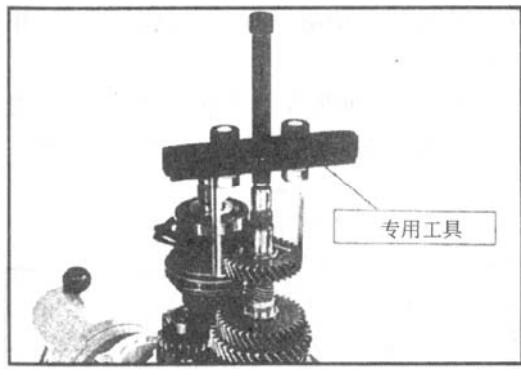

图 4-26 拆卸变速器 (十七)
(17) 取下四档从动齿轮卡环及四档从动齿轮，如图 4-26 所示，有必要时可使用专用工具。